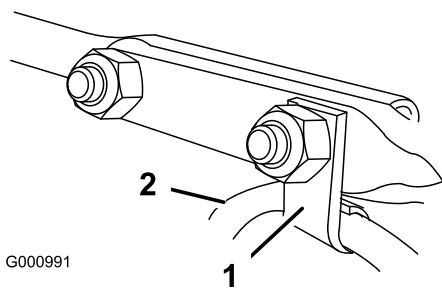

Figura 11
6. Introduceți clema de cablu care susține cablul deflector pe șurubul de fixare frontal și fixați șuruburile de fixare cu contrapiulițele aflate în punga cu accesorii (Figura 11).